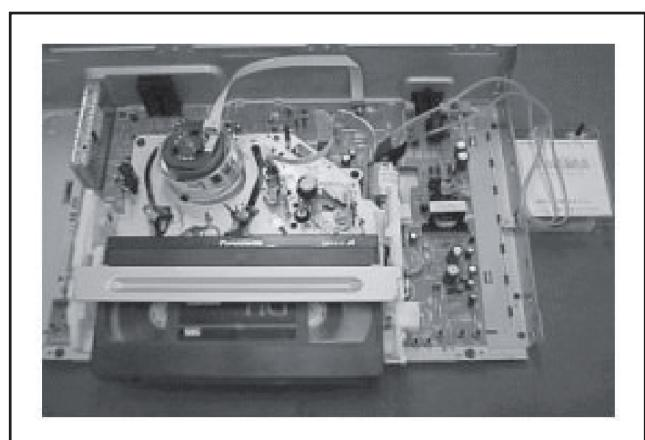

Fig. S7
- f) Então continue o descarregamento até remover totalmente a fita cassete como mostra a fig. S7.